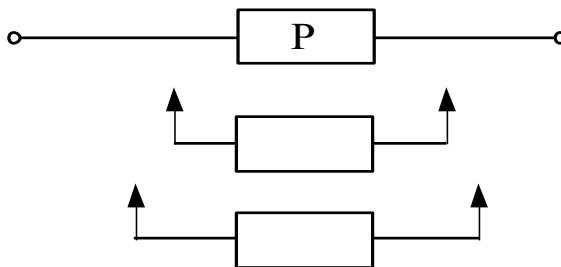

Рис. 4.9. Схема расчета надежности к задаче 4.5
4.5. Вероятность безотказной работы резервированного устройства (рис. 4.9) в течение 300 ч равна 0,74. Резерв ненагруженный, интенсивность отказов элементов $\lambda = \text{const}$. Определить вероятность и среднее время безотказной работы.